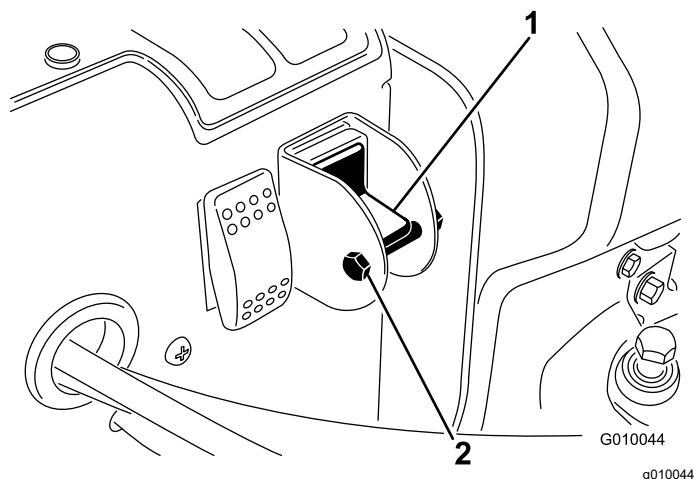

図 21
4. セレクタスイッチのロック用ボルトとナットを外す 図 21。